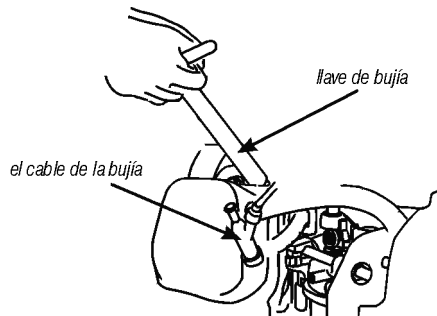

Fig. 24 – retirando la bujía
- 4 – Con auxilio de una llave de bujía, retire la bujía (fig. 24);